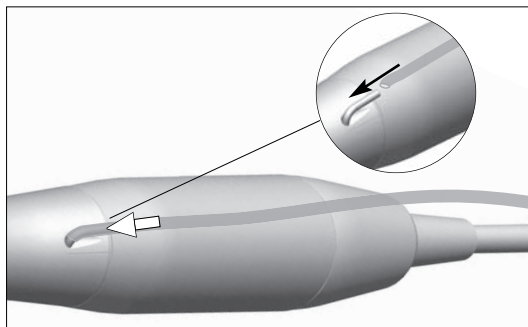

fig. 7
I. Conecte el tubo flexible tubo de spray de la pieza de mano o del contra-ángulo **fig. 7**.